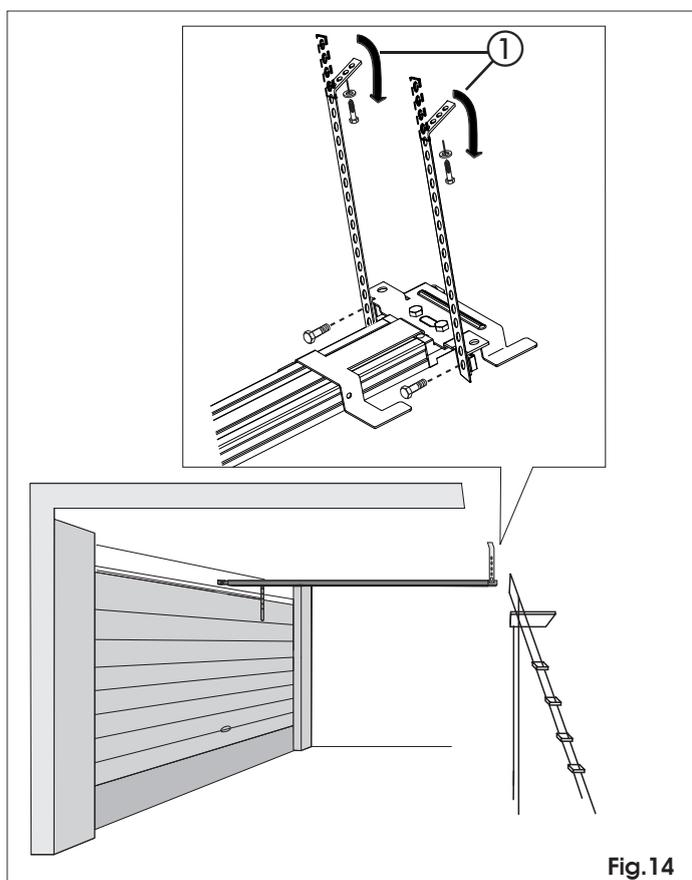

Fig.14
- 11) Monter les brides sur la patte d'attache postérieure et repositionner le rail de guidage (Fig. 14).